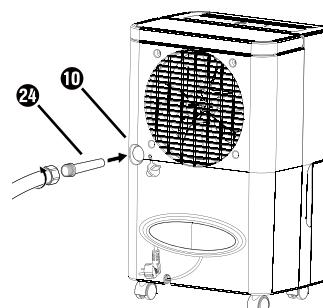

Fig. 5
- ◆ Skru nu en haveslange på EU-haveslangeadapteren **24** ved anvendelse af EU-haveslangeadapteren **24** (se fig. 5).